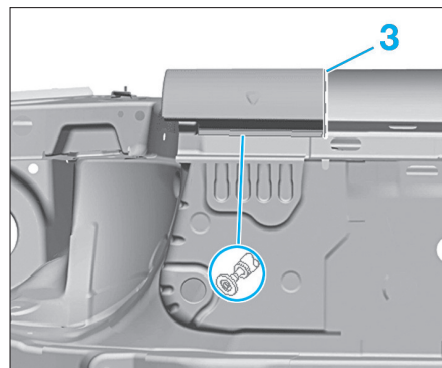
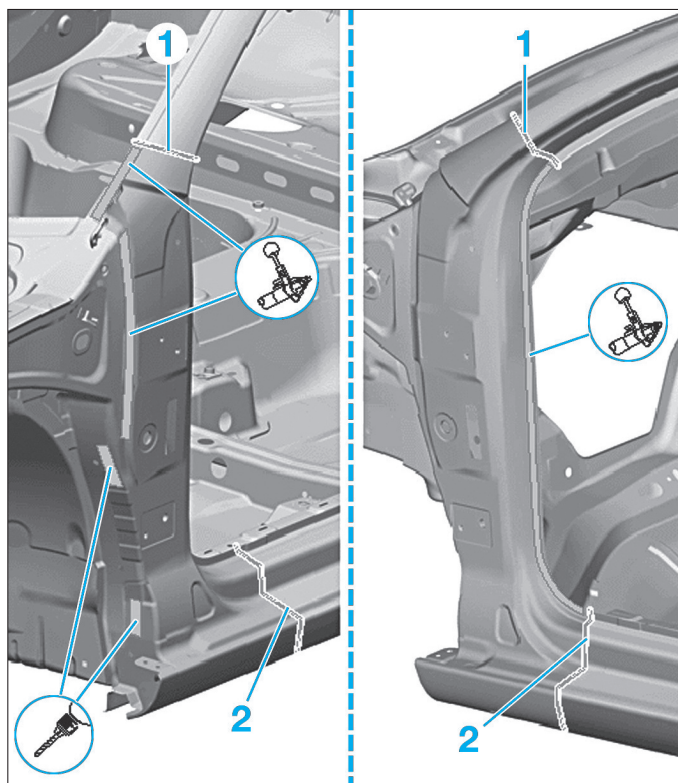

FIG. 41
FIG. 40
• Tracer la ligne de coupe (1) et (2) en fonction de l'étendue du dommage et procéder au découpage (Fig.40).
- Si le renfort de montant A doit également être remplacé, la découpe (2) doit s'effectuer au moins à 290 mm de l'arête avant du montant A.
- Poursuivre la ligne de coupe (3) sur la partie inférieure du bas de caisse (Fig.41).